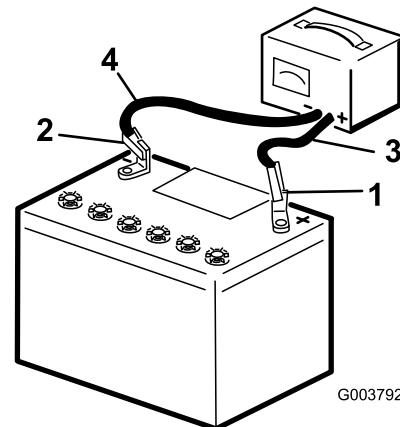

Figure 93
5. Connectez le câble positif du chargeur de batterie à la borne positive de la batterie (Figure 93).
| 6. Connectez le câble négatif du chargeur de batterie à la borne négative de la batterie (Figure 93). | |
- Quand la batterie est chargée au maximum, débranchez le chargeur de la source électrique, puis débranchez les fils du chargeur des bornes de la batterie (Figure 93).